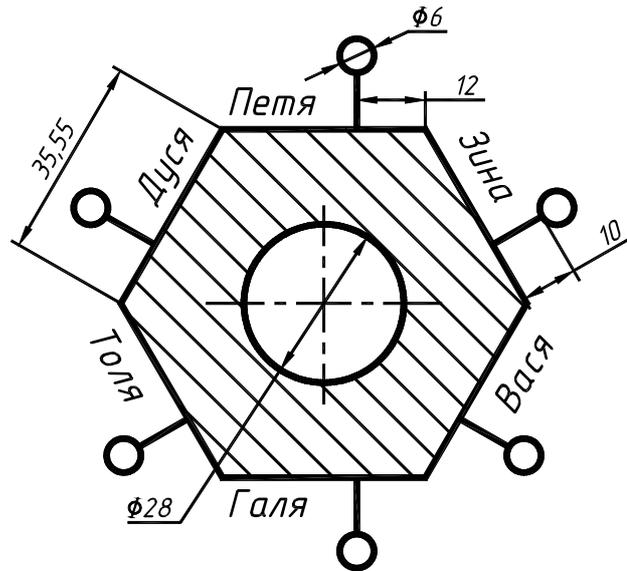

Рис. 7.2. Чертеж к заданию №2
7.2.2. Выполнить чертеж, написать тексты. Шрифт ГОСТ_Б высотой 5 мм. (рис. 7.2).